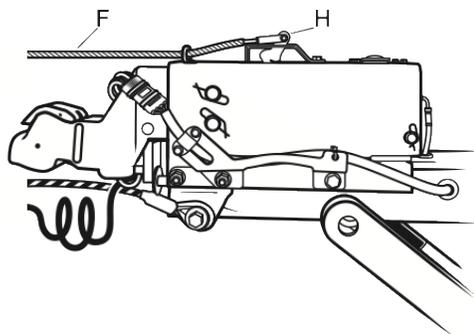

Figure 5
⚠ NE TIREZ JAMAIS la remorque à moins que l'actionneur de frein d'urgence (H) soit en position complètement vers l'arrière (Figure 5). Voyez aussi les décalcomanies qui vont vous indiquer la position correcte de l'actionneur du frein d'urgence pour le remorquage. Le câble de frein d'urgence (F) est attaché à l'actionneur de frein d'urgence (H) sur le dessus du mécanisme de freinage hydraulique. Lorsque le câble de frein d'urgence est tiré avec force, l'actionneur de frein d'urgence va se déplacer vers l'avant et se verrouiller, ce qui aura pour effet d'activer les freins de la remorque. Les freins de la remorque resteront par la suite activés jusqu'à ce que l'actionneur du frein d'urgence soit remis en position complètement vers l'arrière. Appelez U-Haul au **1-800-528-0355**, si vous avez besoin de remettre l'actionneur de frein d'urgence en position.